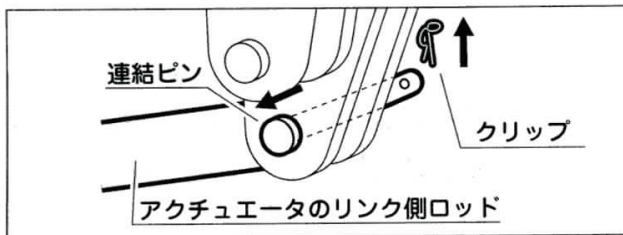

図4
- (1) リンクとアクチュエータの連結を外す。
- ① リンク側ロッドの連結ピンのクリップを抜く。図4
- ② 連結ピンを外すとアクチュエータが下に落ちるので、アクチュエータのリンク側ロッドを支えてピンを抜く。図4（抜き取りにくい場合は、リンク側のアクチュエータ取付金具を左右に少し動かす）